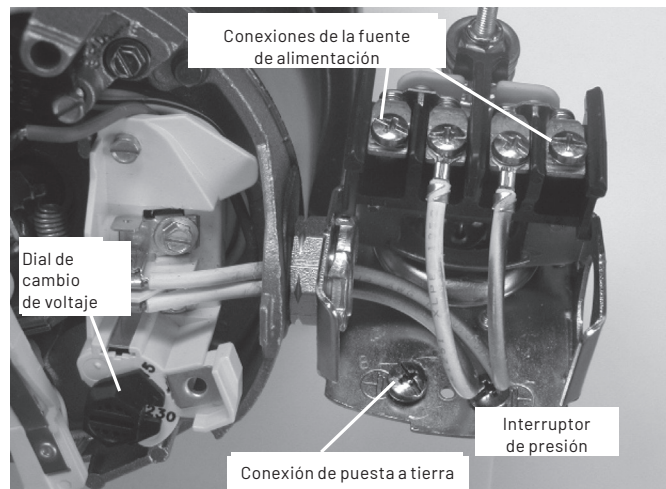

Figura 10: Voltaje configurado a 230 voltios, tipo dial
3. Conecte los conductores de alimentación de entrada a los dos tornillos exteriores del interruptor de presión como se muestra en la Figura 10.
4. Conecte la puesta a tierra a una de las conexiones a tierra, como se muestra en la Figura 10.